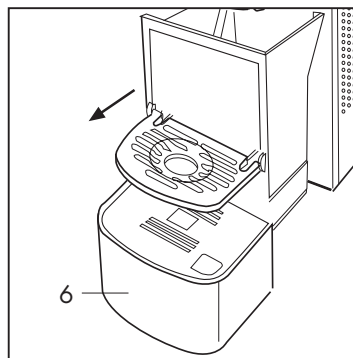

Fig. 24
Per fare questo occorre rimuovere il bicchiere (13) ed estrarre il portacapsule (6) (**Fig. 24**)